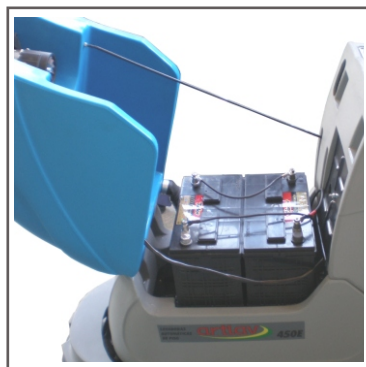

Figura 24
- . Desconecte a mangueira de aspiração do tubo de aspiração e levante o tanque de água suja **(figura 24)**, isto ajuda a ventilação quando estiver em carga, *(não faça esta operação quando o tanque de recolhimento estiver cheio)*;